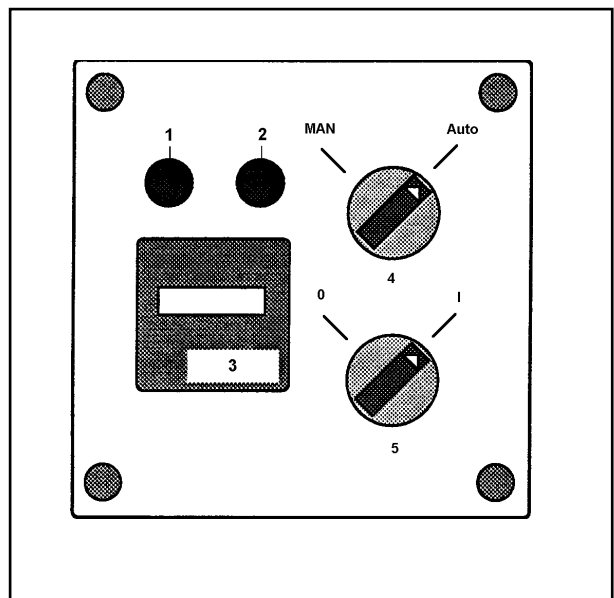

Fig.10
Når varmluftaggregatet er tilsluttet strøm, skal den grønne kontrollampe (1) i el-skabet lyse. Hvis dette ikke er tilfældet, henvises til afsnit 5: „Fejlfinding“ (fig. 10).
A. Brænderafbryderen (5) stilles på „I“ (fig. 10).
B. Ventilatorafbryder (4) stilles enten på „Auto“ eller „Man“.
När varmluftsaggregatet är anslutet till nätspänning, skall den gröna kontrollampen (1) i el-skåpet lysa. Om detta inte är fallet, hänvisas till avsnitt 5: „Felsökning“ (fig. 10).
A. Brännaravbrytaren (5) ställs in på „I“ (fig. 10).
B. Fläktavbrytaren (4) ställs antingen på „Auto“ eller „Man“.
Når varmluftsaggregatet er tilsluttet strøm, skal den grønne kontrollampe (1) i el-skabet lyse. Hvis dette ikke er tilfelle, henvises det til avsnitt 5: „Feilsøking“ (fig. 10).
A. Brennerbryteren (5) stilles på „1“ (fig. 10).
B. Viftebryter (4) stilles enten på „Auto“ eller „Man“.